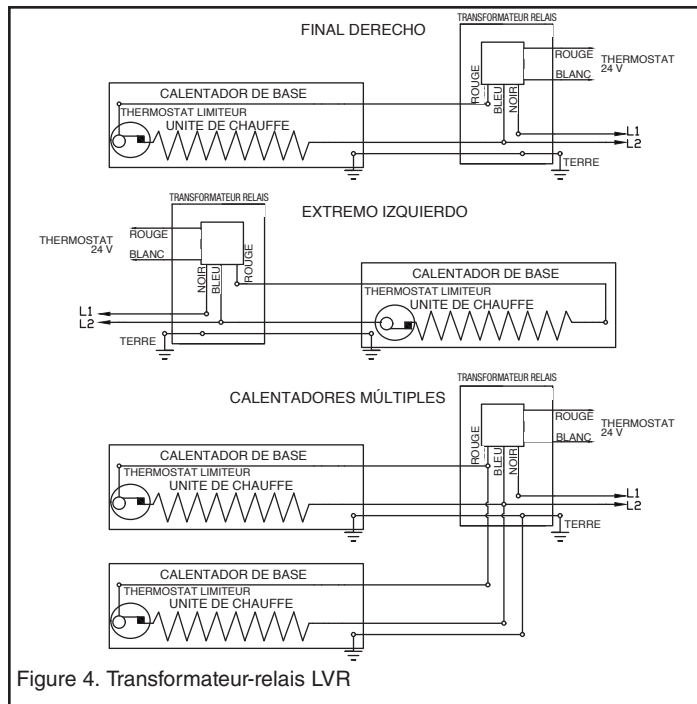

Figure 4. Transformateur-relais LVR
- Passez les fils rouge et blanc du transformateur dans le trou au sommet du socle. Effectuez les connexions 24 V dans le compartiment formé par le socle et le haut de la boîte de connexions (voir le schéma de la Figure 4).